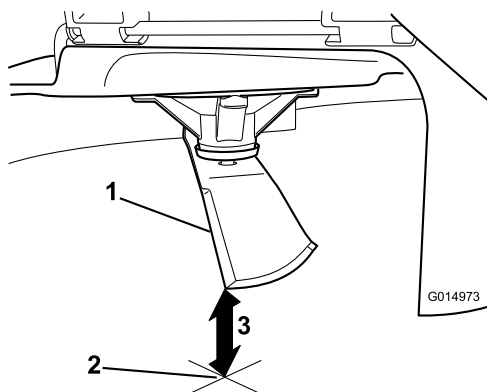

Figure 45
3. Mesurez la distance entre la pointe de la lame et la surface plane (Figure 45).